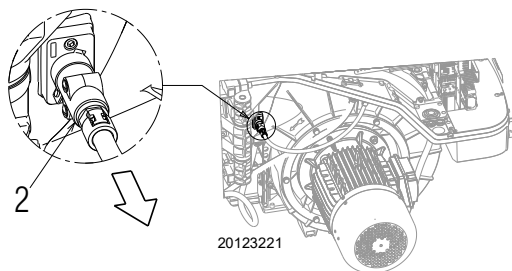

Fig. 33
- extraire le capteur 2)(Fig. 33);